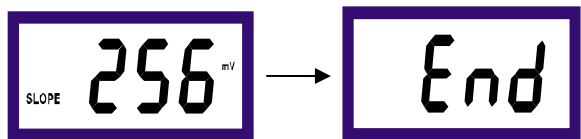

图 7-7
4、此时仪表显示的数值可能不是 256mV，按 **←** 键或 **→** 键将数值调至 256mV，然后按下 **OK** 键，数值稳定显示 86mV。按下 **CAL** 键，仪表校准结束，跳转至测量状态，显示如图 7-7 所示。